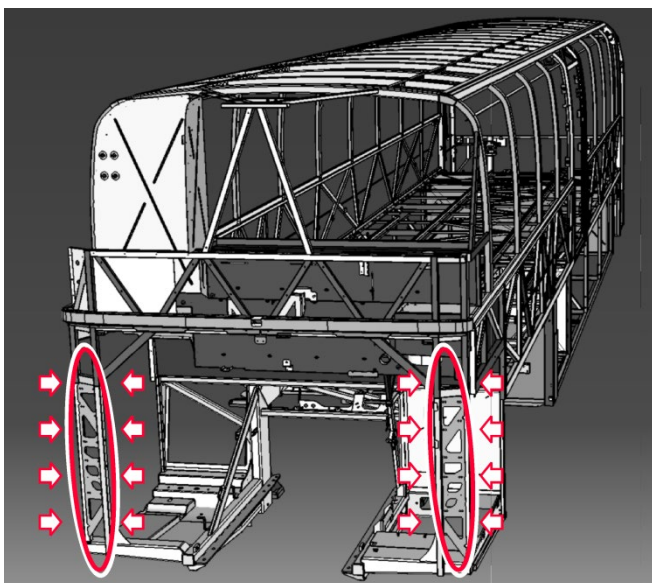

FIGURE 55: LE VÉHICULE POURRAIT SUBIR DES DOMMAGES STRUCTURAUX AUX ENDROITS INDIQUÉS EN REMORQUANT
3. Rentrer le bras télescopique de la dépanneuse (Figure 55).
4. Préajuster l'espacement entre les supports de fourchette. La distance entre les extrémités des supports de fourchette devrait être de **30 pouces** (Figure 55).